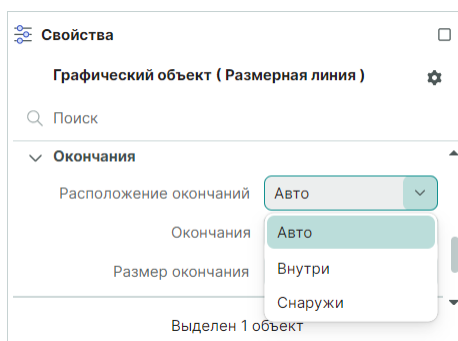

Рис. 257 Выбор расположения окончаний
- Пункт «Расположение окончаний» – выпадающий список с выбором расположения окончаний (автоматическое определение, внутри, снаружи), см. Рис. 257;